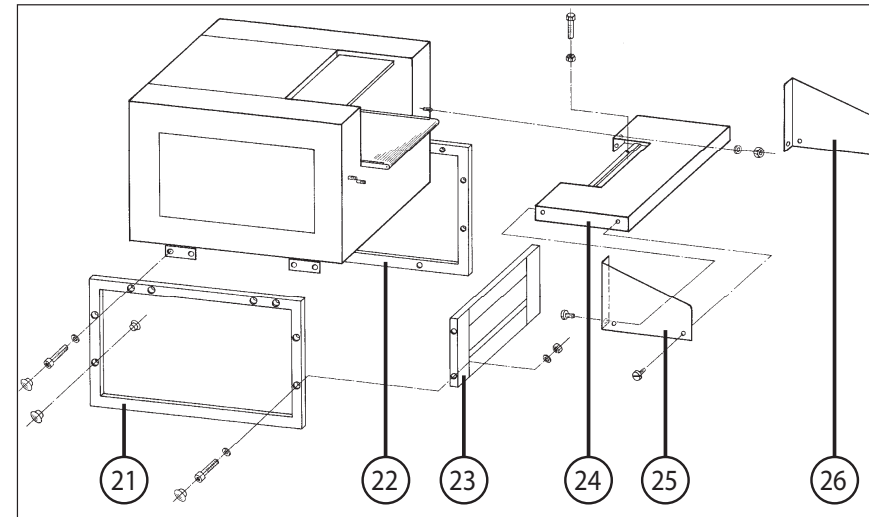

Fig. 1
- 21 = Telaio a sinistra (fig. 1 e 2)
- 22 = Telaio a destra (fig. 1)
- 23 = Lamiera intermedia (fig. 1 e 2)
- 24 = Tavolo (fig. 1)
- 25 = Squadretta di protezione a sinistra (fig. 1 e 2)
- 26 = Squadretta di protezione a destra (fig. 1)
### MONTAGGIO DEL SOTTOTELAIO (fig. 1 e 2):
### MONTAGGIO DEL TAVOLO (24) (fig. 1)
4. Infilare il cavo di alimentazione corrente del listello di arresto d'emergenza (14) attraverso il passacavo nella parete laterale sinistra della cassa e attraverso l'avvitamento cavi in basso, dopodiché collegare il trefolo blu con il morsetto 20 e il trefolo marrone con il morsetto 19.
### MONTAGGIO DELLA SQUADRETTA DI PROTEZIONE (fig. 1):